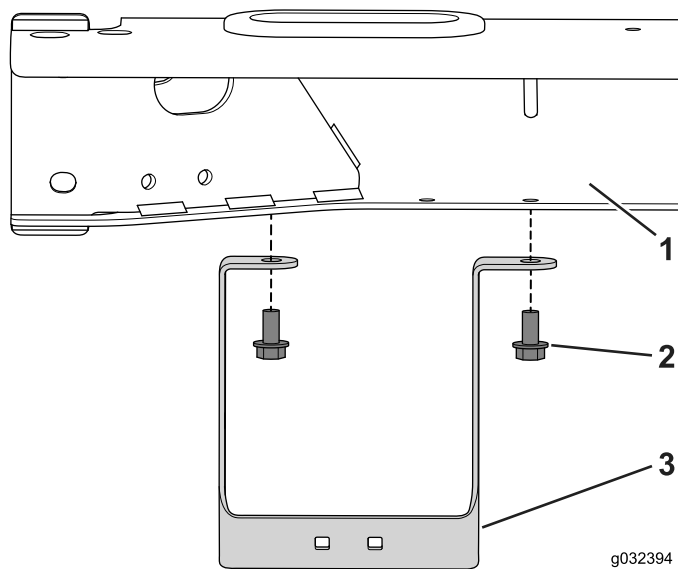

Figura 17
1. Utilice los 2 pernos (5/16" x 5/8") para instalar el soporte en el bastidor (Figura 17).